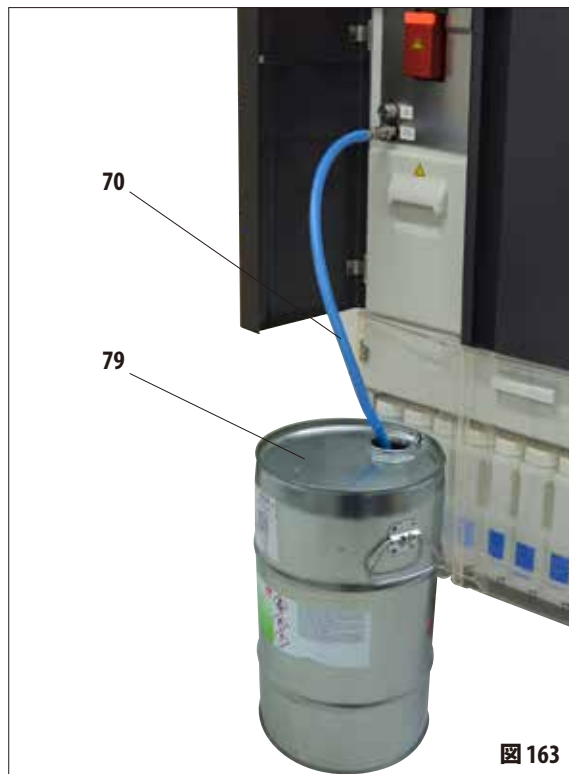

図 163
- 図 163 に示すように、リモート注入/排出ホース (70) を接続し、他端を外部ステーション (79) に差し込みます (例、バルク容器)。